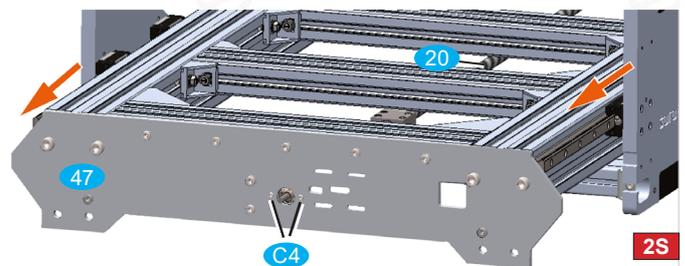

Bild 24: Justierung der X-Spindel (1)
- Portal durch Verdrehen der Kugelumlaufspindel **20** soweit möglich zur Stirnplatte Antriebsseite **47** bewegen (roter Pfeil in Bild 24).